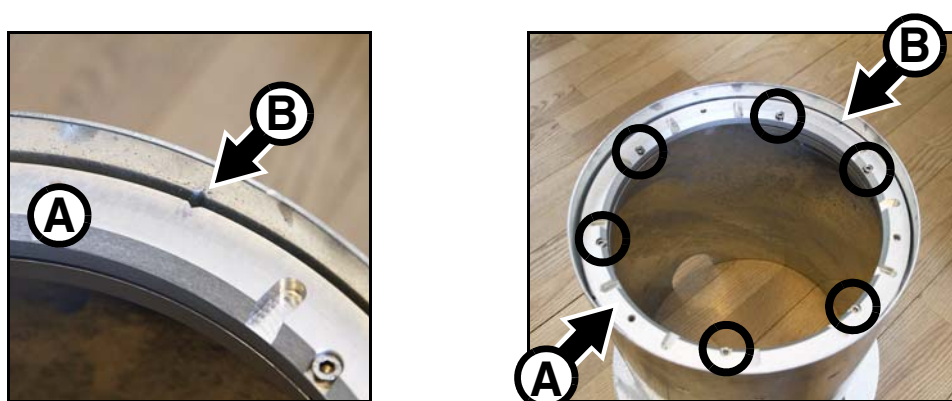

Figure 7: Repère d'orientation sur l'anneau
6. Voir Figure 7. L'anneau de montage **A** en haut du support dispose d'un repère **B**. Dévissez les 6 vis en cercle sur l'anneau de montage. Ces vis libèrent les griffes situées sous l'anneau pour pouvoir le tourner et aligner les repères. Si le support doit accueillir un luminaire intensif ou à optique asymétrique, tournez l'anneau **A** jusqu'à ce que le repère **B** soit: